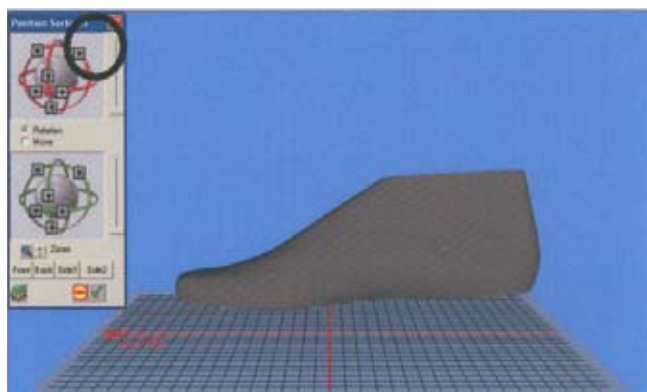

Рис. 153
- нажмите один раз на красную стрелку, как показано, чтобы переместить колодку (*рис. 153*);